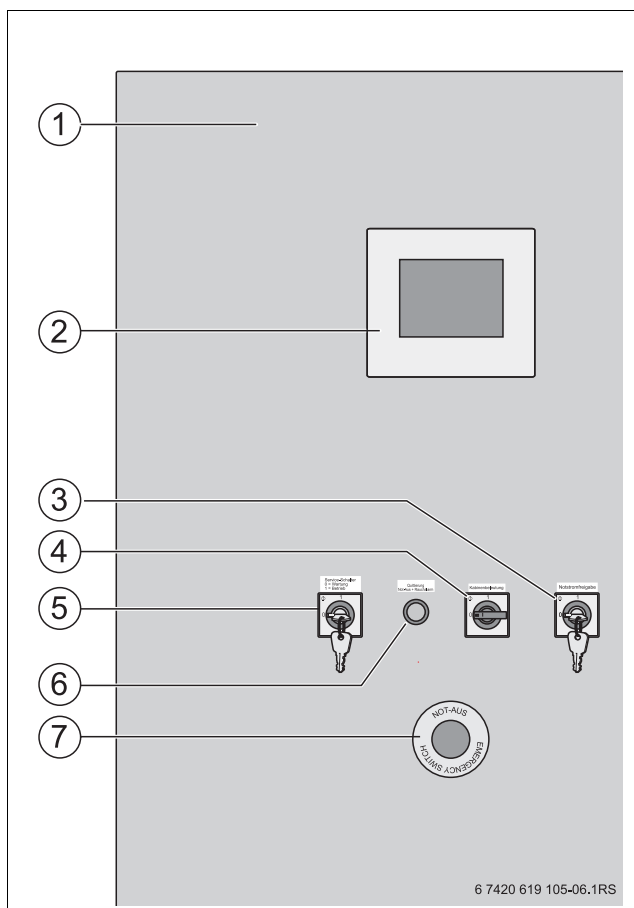

Рис. 4 Электрошкаф с элементами управления
- Кнопка аварийного выключения (→ рис. 4, [7], стр. 17)